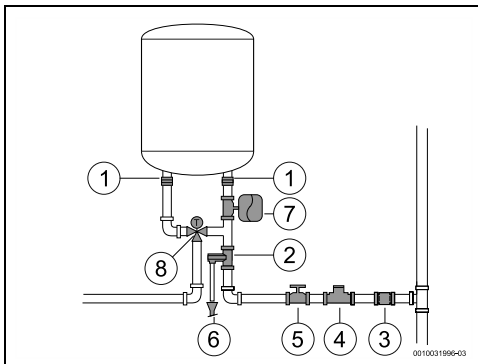

Fig. 15
- Se recomienda instalar una válvula termostática (fig. 15, [8]) en el tubo de descarga del aparato si se utilizan tubos PEX. Ajustarla para cumplir con el rendimiento del material usado.
- No instalar nunca accesorios (diferentes a los que se muestran en la fig. 15) entre la válvula de seguridad y la entrada de agua fría (lado derecho) del aparato.
- Instalar un reductor de presión (fig. 15, [4]). La válvula de seguridad se activará siempre que la presión de agua dentro del aparato se sitúe por encima de 8 bar (± 1 bar), por lo que será necesario planificar una forma para vaciar esta agua.
- Instalar un vaso de expansión (fig. 15, [7]) para impedir que la válvula de seguridad se abra con tanta frecuencia. El volumen del vaso de expansión debería ser equivalente al 5 % del volumen del aparato.